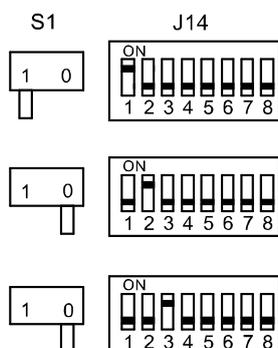

Fig.11 Positions des commutateurs S1 et J14 pour les trois premiers aérothermes d'un système
1. Positionner comme suit les commutateurs S1 et J14 du module de commande (fig. 11):